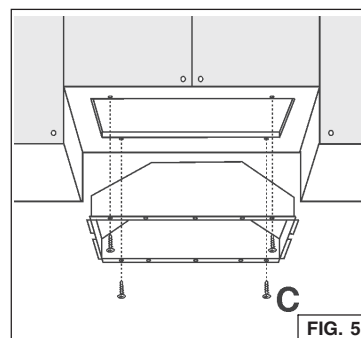

FIG. 5
6. Fixez la hotte au meuble à l'aide des (4) vis de montage "C" 3.2x13mm (Fig. 5). Pour un fixage lateral, utiliser les vis M4x15mm avec rondelles et écrous.